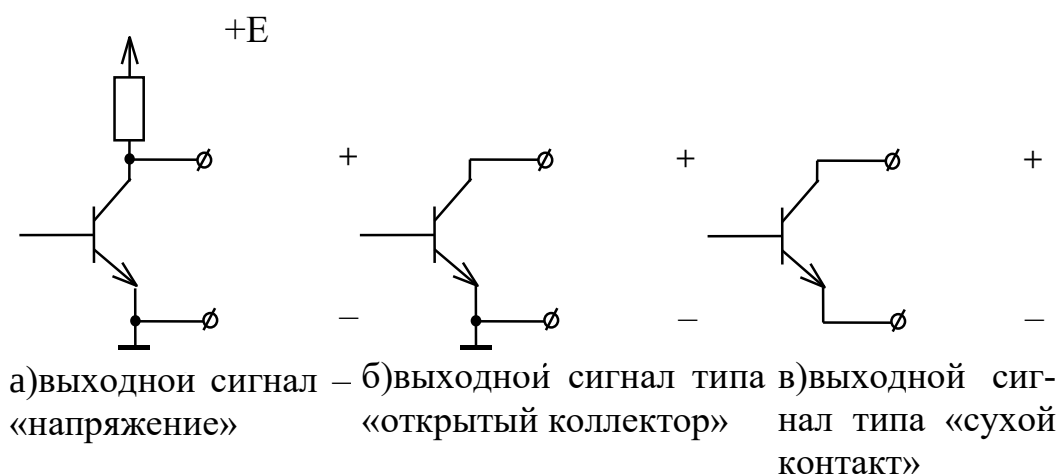

Рисунок 8.13
8.9.1 Выходной каскад схемы дискретного выхода и сигнала признака реверса аппаратно может быть выполнен одним из 3 способов (см. рисунок 8.13):